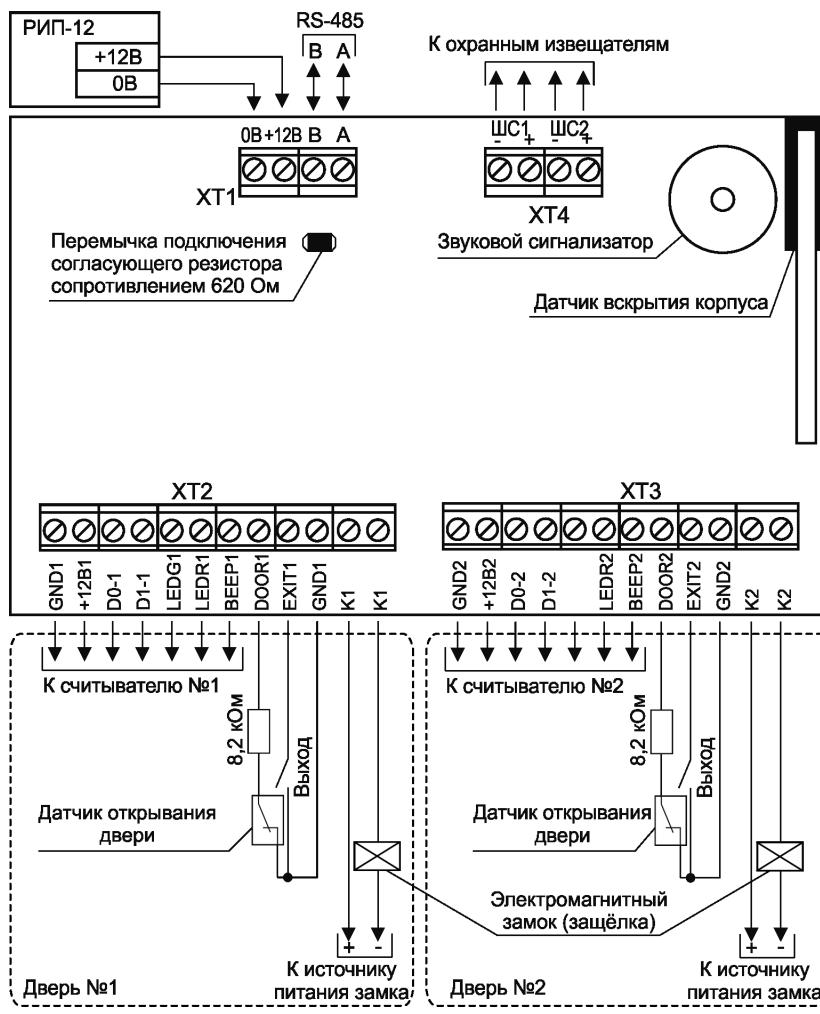

Рисунок 2. Схема подключения контроллера «С2000-2» в режиме «Две двери на вход»
- Схемы внешних соединений контроллера в различных режимах работы представлены на рис. 2 – 6.
8. Подключение в режиме «Две двери на вход» (рис. 2). Подключите оборудование первой двери (считыватель, замок, кнопку «Выход», датчик открывания двери) к контактам контроллера, обозначение которых заканчивается цифрой 1, а оборудование второй двери – к контактам, обозначение которых заканчивается цифрой 2.